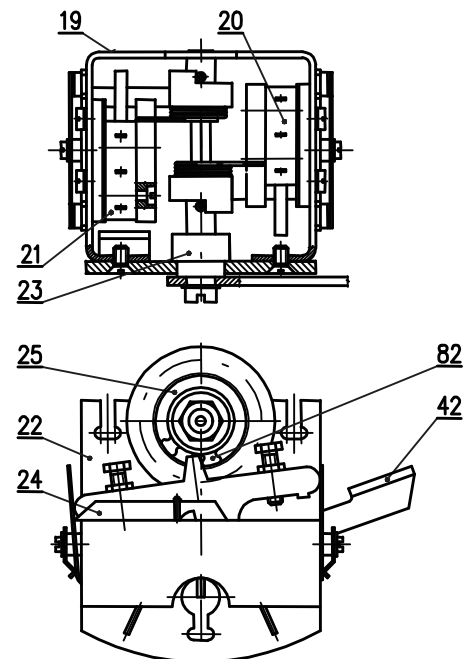

Рис. 5
- моментное устройство (рис. 5)
- механизм блокировки (82) рис. 5
Моментное устройство (рис. 5) представляет несущую балку, на которой размещены выключатели S1 (20) и S2 (21). На валике (23) размещены выключающие рычажки (24), которые при помощи пружины удерживают выключатели во присоединенном состоянии вплоть до момента, когда происходит поворот валика от привода моментного выключателя.
Механизм блокировки (82) (рис. 5) обеспечивает блокировку моментного выключения, как правило, от 5 до 10 мм или от 3 до 6 мм рабочего хода после реверса ЭП. После истекшего настроенного хода, блок момента получает свою первоначальную функцию.
Рис.5а